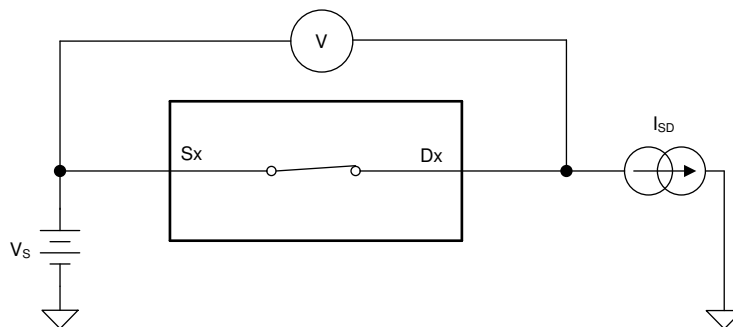

図 6-1. オン抵抗測定時の構成
デバイスのオン抵抗は、デバイスのソース ピン (Sx) とドレイン ピン (Dx) の間の抵抗値 (Ω) です。オン抵抗は、入力電圧と電源電圧によって変化します。オン抵抗は、記号 R_{ON} を使用して示されます。 R_{ON} の測定時に使用する設定を 図 6-1 に示します。この設定を使用して電圧 (V) と電流 (I_{SD}) を測定し、 R_{ON} は以下に示すとおり $R_{ON} = V / I_{SD}$ で計算します: